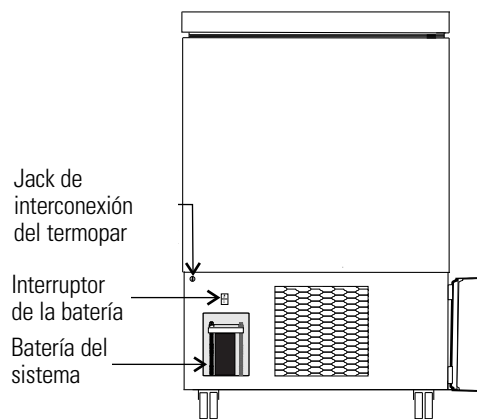

Figura 5-2. Ubicación del Interruptor y la batería
2. Ubique el interruptor de alimentación de la batería (Figura 5-2). Coloque el interruptor de alimentación de la batería en la posición OFF (O).
3. Retire los dos tornillos de seguridad del soporte de la batería. Consulte la Figura 5-2.
3 pies cúbicos modelos (Figura 5-2):